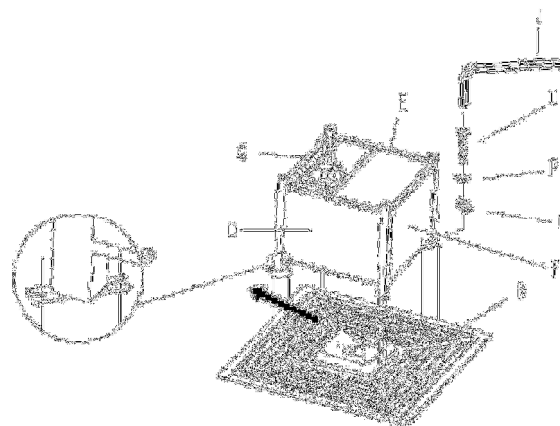

Figure 4
**4.** Faire tourner le cadre monté, attacher en haut (B) avec 8 boulons  $\frac{1}{4}$  in x 32 mm (U), 8 rondelles plates (N) et 8 rondelles élastiques (P) à l'aide de clé Allen (J), et garder directement le panneau d'allumage en face de la porte (G), (voir Figure 4).